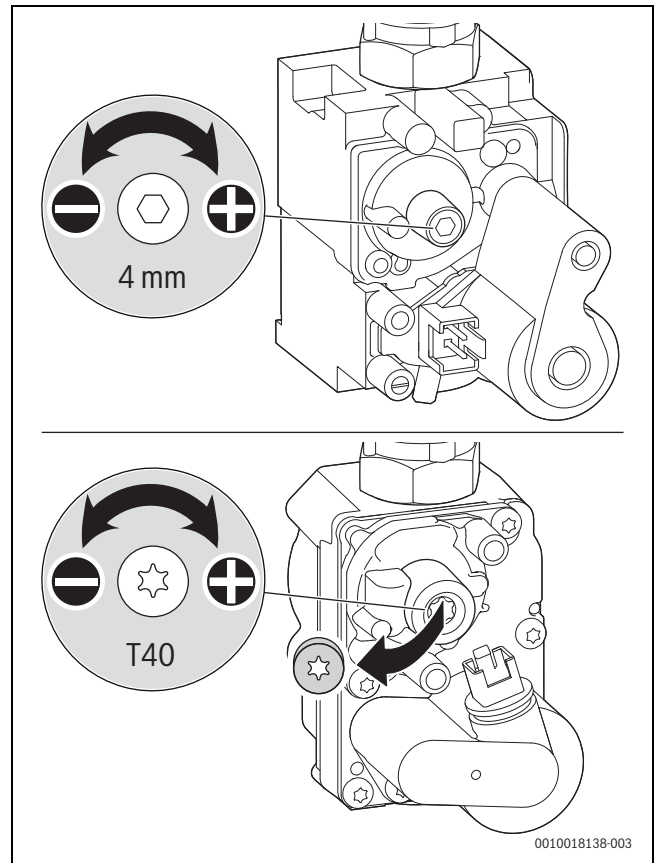

Bild 55 CO₂- oder O₂-Gehalt einstellen
- ▶ Plombe an der Einstellschraube der Gasarmatur entfernen (nur bei der unteren Gasarmatur in Bild 55) und CO₂- oder O₂-Gehalt für minimale Nennwärmeleistung einstellen.